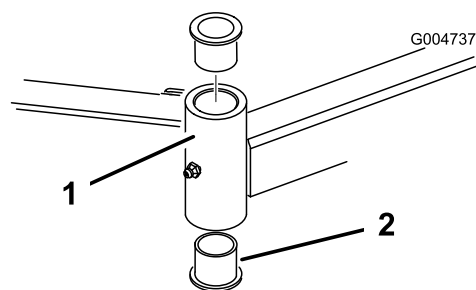

Figura 110
- Inserite un punteruolo nella parte superiore o inferiore del tubo di fissaggio, e spingete la boccola fuori del tubo (Figura 110).